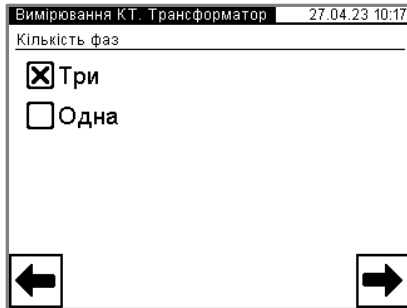
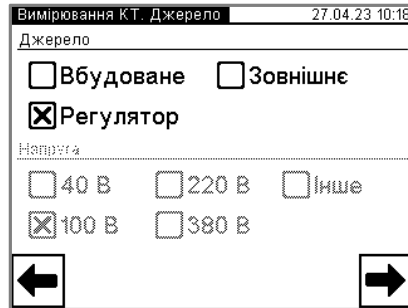

Рисунок 6.83
Рисунок 6.84
вікні "Головне меню" натиснути на кнопку . На екрані відкриється вікно "Вимірювання КТ. Трансформатор" (рисунок 6.83).
6) Перейти у вікно "Вимірювання КТ. Джерело" (рисунок 6.84), для чого натиснути на кнопку (рисунок 6.83).